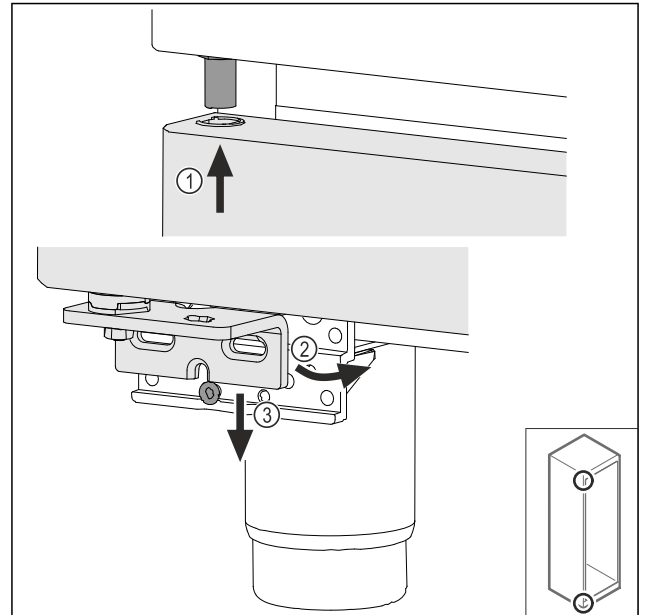

Fig. 47
- ▶ Introducir la puerta ligeramente inclinada en la parte superior Fig. 47 (1), alinear la puerta para que quede recta Fig. 47 (2) y colocarla en la parte inferior del tornillo de soporte de cojinetes Fig. 47 (3).